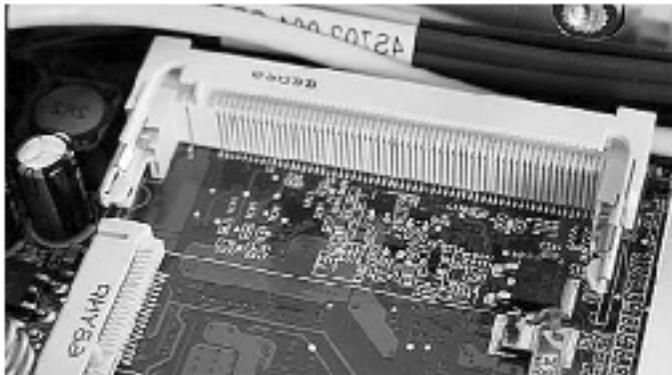

图 2-29 主板上的 PCI 插槽
2) PCI 插槽。PCI 插槽通常位于笔记本电脑的背面，其颜色一般为乳白色，外形实物如图 2-29 所示。它可用于外接无线网卡、诊断卡、声卡、网卡及多功能卡等设备。